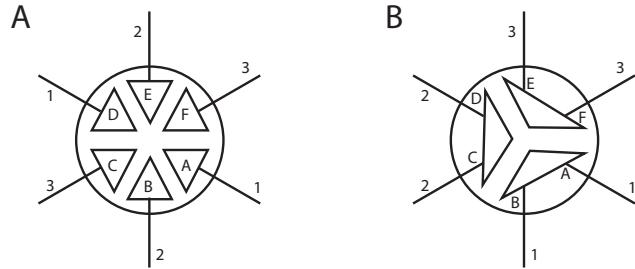

Рис. 8.e
- электромагнитный клапан заправки (Рис. 8.a часть 3 и Рис. 8.c часть 2). Отсоедините кабели и трубопроводы, затем снимите электромагнитный клапан и проверьте состояние фильтра на впуске; при необходимости промойте фильтр водой и удалите грязь мягкой щеткой;
- коллектор со сливным насосом (Рис. 8.a часть 5). Проверьте, что внутри нет твердых частиц. При необходимости удалите все твердые взвеси. Проверьте состояние уплотнительного кольца. Если кольцо изношено или повреждено, замените его. Проверьте наличие твердых частиц в сливном шланге;
- сливной насос (Рис. 8.c часть 4). Выключите питание, открутите винты крепления и удалите всю грязь (Рис. 8.a часть 6). Удалите все отложения на стенах бачка и проверьте, что вода свободно течет из бака на слив (соответственно, в сливной насос);
- бачок (Рис. 8.a часть 1). Проверьте наличие твердых частиц и грязи. Проверьте состояние поверхности датчиков измерения электропроводности. При необходимости удалите все твердые частицы и ополосните водой;
- комплект внутренних трубок (Рис. 8.a часть 2 и Рис. 8.c часть 3). Проверьте состояние трубок и шлангов на предмет наличия твердых частиц и грязи. При необходимости удалите грязь и ополосните водой.